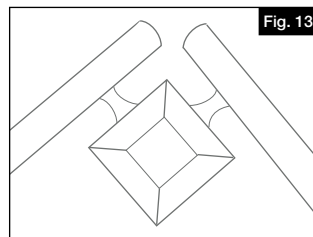

Fig. 13
- a. Assembler à sec les deux sections droites de la main courante. Les sections à unir doivent se prolonger suffisamment pour permettre le marquage et la coupe finale (Fig. 13).